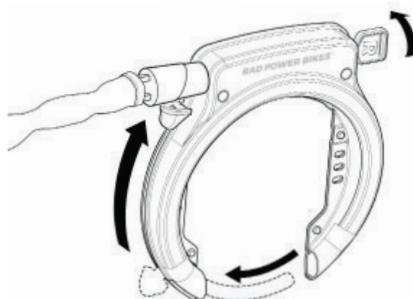

Abbildung 13:
- Drehen Sie zuerst den Schlüssel im Uhrzeigersinn, um den Daumenhebel und den Bügel zurückzuziehen (Abbildung 13).